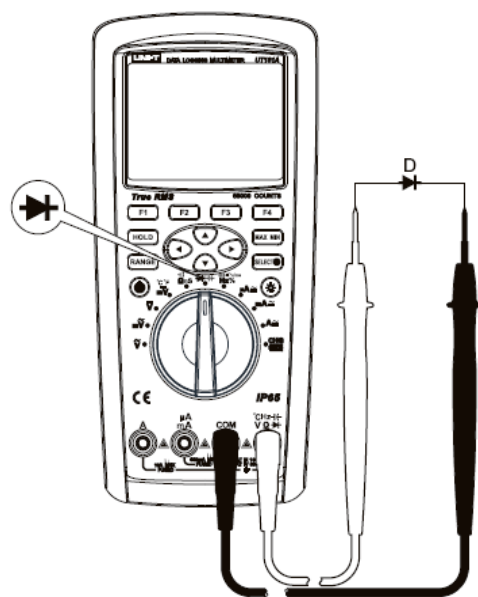

Рисунок 11
10. Тестирование диодов (рисунок 11)